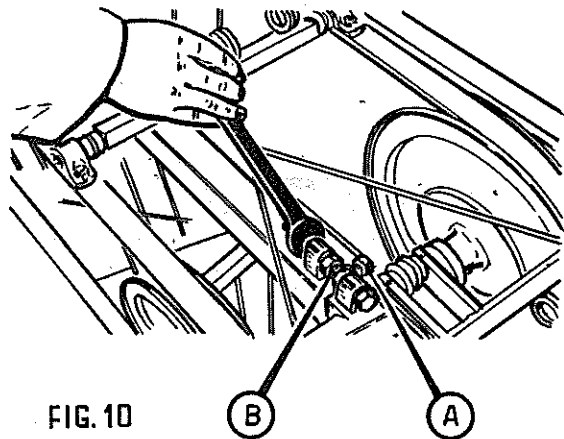

FIG. 10
- Pour tendre les courroies de transmission, débloquer la vis de fixation (A) (fig.10) se trouvant sur le châssis tubulaire et agir sur le tendeur (B).